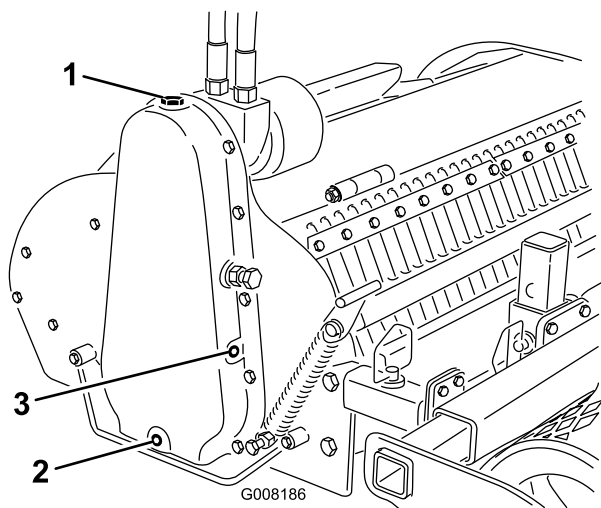

Figura 10
- Aprire il bocchettone olio nella parte superiore del carter della cinghia di trasmissione (Figura 10).
6. Togliete il tappo di spurgo (Figura 10).
8. Togliete il tappo laterale (Figura 10).